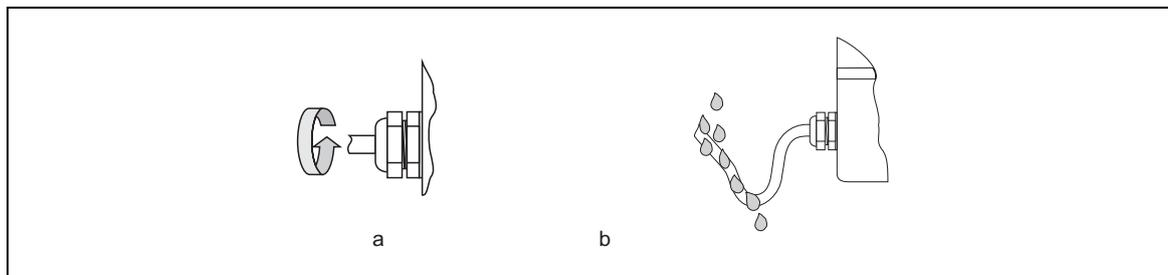

Рис. 23: Указания по монтажу, кабельные вводы
- Надежно затяните кабельные вводы, чтобы не допустить протечек (пункт а → рис. 23)..
- Подводка кабеля должна осуществляться снизу во избежание попадания воды в кабельные вводы ("ловушка для воды", пункт b → рис. 23). Такая компоновка предотвращает попадание воды в кабельные вводы. Расходомер всегда устанавливается таким образом, чтобы кабельные вводы не были направлены вверх.